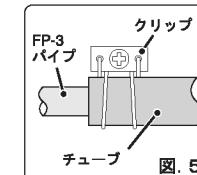

図. 5
- インレットパイプ及びアウトレットパイプとチューブの接続部は、クリップを使用して抜けないように確実に固定してください。(図. 5)ガソリンが洩れ、火災や事故の原因となります。
- チューブにインレットパイプ及びアウトレットパイプから抜けないように、クリップ等で確実に固定してください。(図. 5)チューブの配管は、高熱になる機器や作動機器の付近を避けてください。